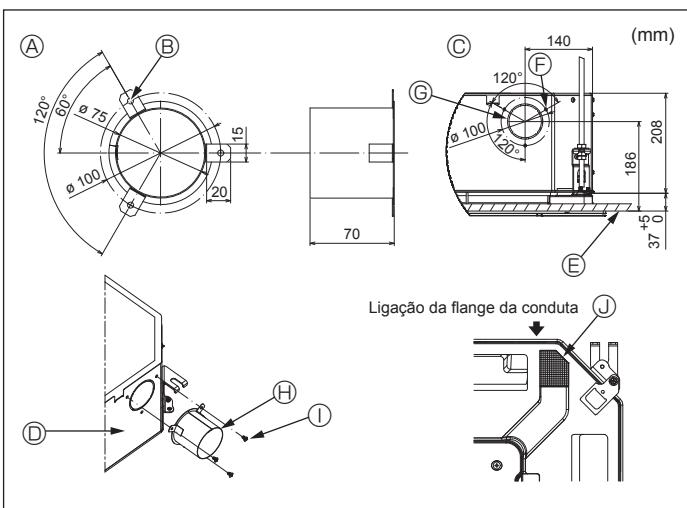

Fig. 2-3
2.3. Instalação da conduta (no caso da entrada de ar fresco) (Fig. 2-3)